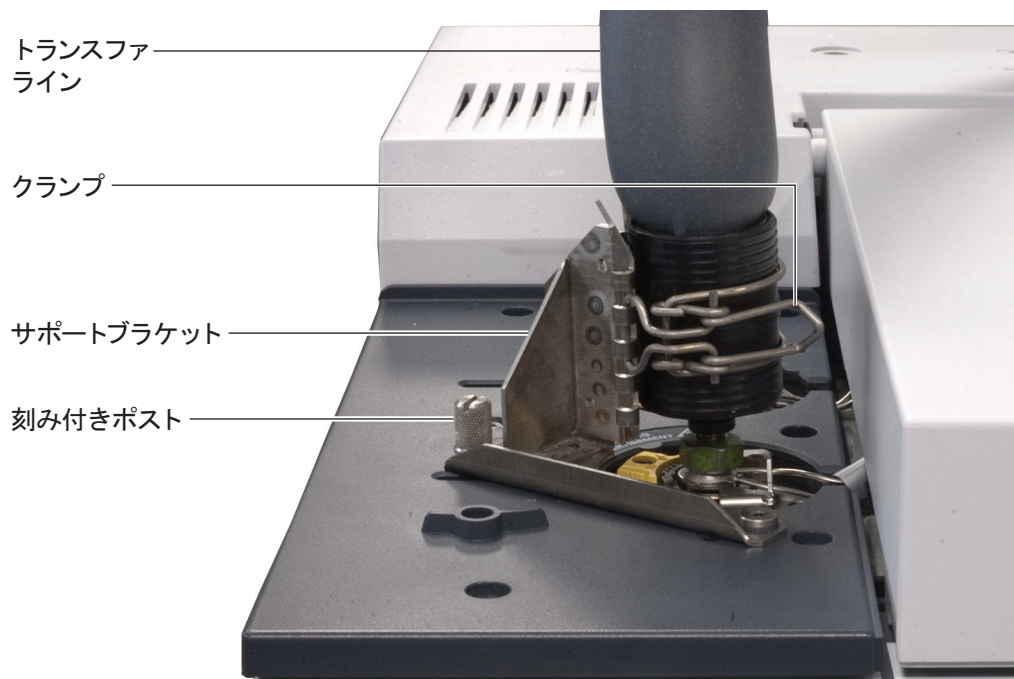

図 4 7890A GC 注入口に取り付けたトランスファライン
- 9 トランスファラインを取り付けたら、トランスファラインのサポートブラケットを取り付けます (図 4)